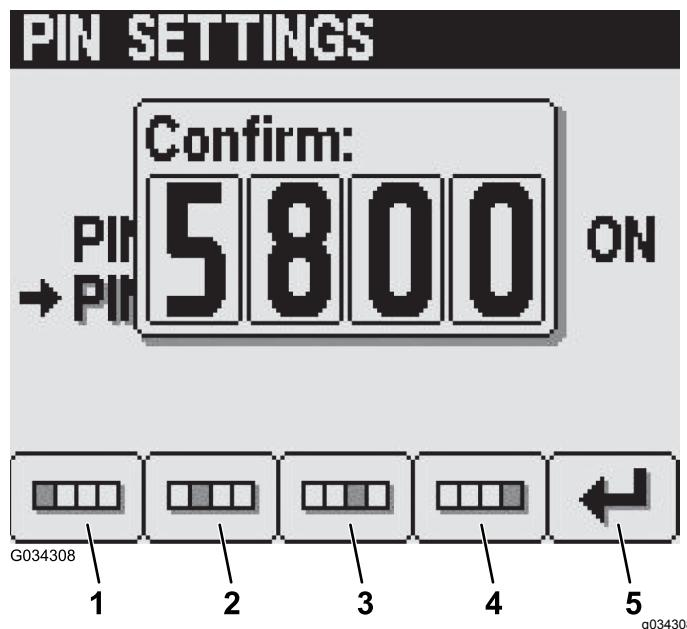

Figura 35
6. En la pantalla de Confirmación, ingrese su PIN nuevo usando los botones 1 a 4 y pulse el botón 5 para ingresar el PIN nuevo en el InfoCenter (Figura 35).